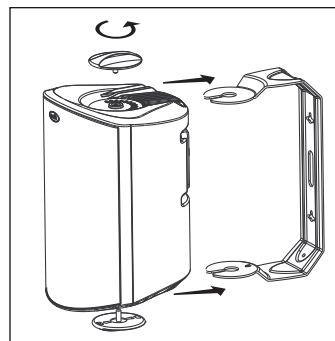

FIGURA 14: Gire las perillas para quitar el soporte.
12. Fije el altavoz en el soporte deslizándolo el altavoz entre los brazos del soporte. Las rampas integradas abren ligeramente el soporte y guían los extremos hacia las protuberancias. Un sistema de trinquete sujeta el altavoz en posición y permite hacer ajustes menores de orientación [figura 14].